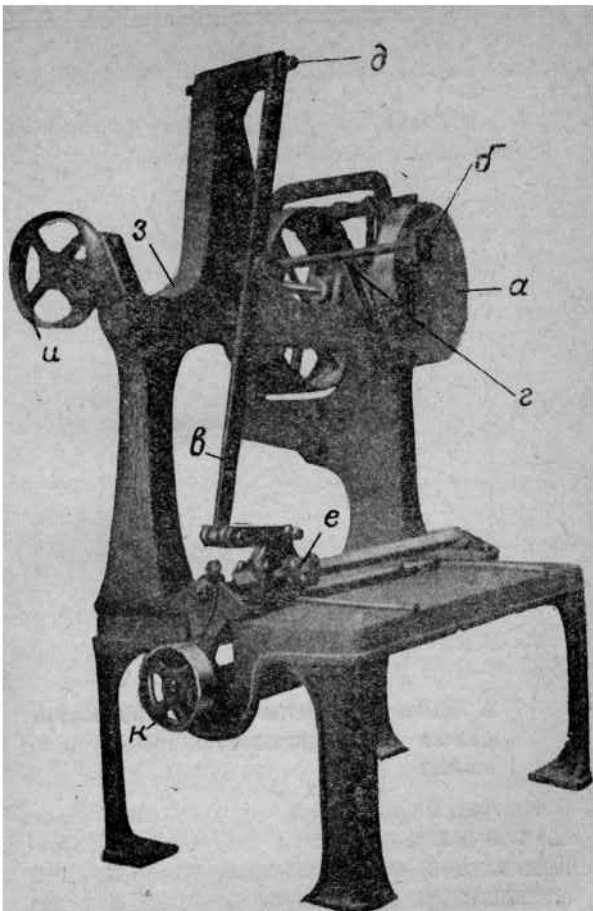
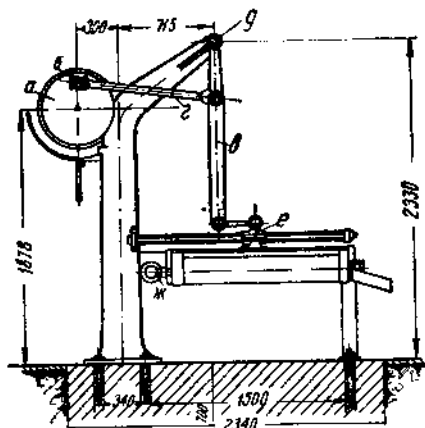

Рис. 21. Ручная жмыхообрезалка.
Рис. 22. Ручная жмыгообрезалка колонного типа.
Ручная жмыхообрезалка состоит из следующих основных частей: чугунного стола, сидящего на четырех стойках (рис. 21); стол может также одним концом укрепляться на двух стойках, а другим — на колонне (рис. 22); механизма для превращения вращатель-
кой для ремня, а на другом конце — диск *а* (см. рис. 21 и 22) с эксцентрично расположенным на нем пальцем *б*. Палец диска связан с вертикальным рычагом *в* при помощи шатуна *г*. Вертикальный подвижной рычаг одним концом закреплен подвижно в точке *д*.
1) на приводном валу устанавливается специальный шкив, который передает вращение шкиву у шнека, а последний через конические шестерни (см. рис. 22, ж) приводит в движение вал шнека;
2) с основного вала движение передается вспомогательному валу (см. рис. 21, з), на конце которого сидит шкив и, и со шкива и ремнем движение передается шкиву шнека и.